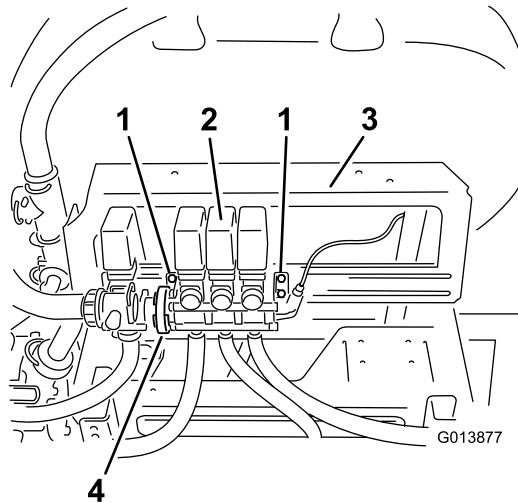

Figura 4
1. Allentate i bulloni che fissano il gruppo valvole della barra alla staffa di montaggio, senza rimuoverli (Figura 4).
2. Allentate il morsettoo senza fine esistente che fissa la valvola dell'agitatore al gruppo valvole della barra (Figura 4).